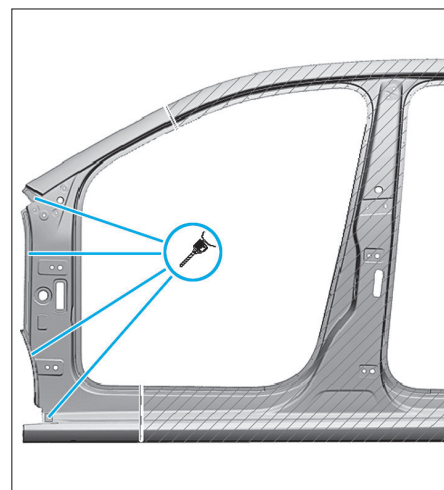

FIG. 27
- Préparer les zones d'accostage (Fig.27).